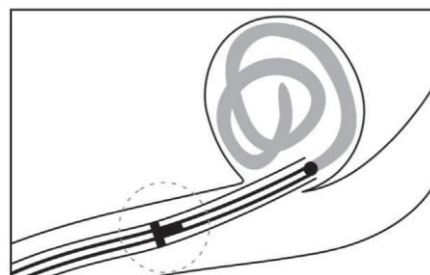

図 2
11. そのままコイルを前進させ、デリバリープッシャーのラジオペークマーカがマイクロカテーテルのプロキシマルラジオペークマーカをわずかに越えて“T”字を形成するように配置する(図 2)。この時点で、コイルの近位端はマイクロカテーテル遠位端のすぐ外に出ている状態である。デリバリープッシャーがこれ以上移動しないよう、回転式止血弁を締める。